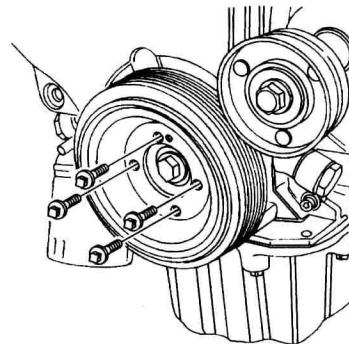

图 1-1-2 拆卸谐振器固定螺栓和谐振器
3. 从节气门体上拆卸谐振器固定螺栓和谐振器（图 1-1-2）。